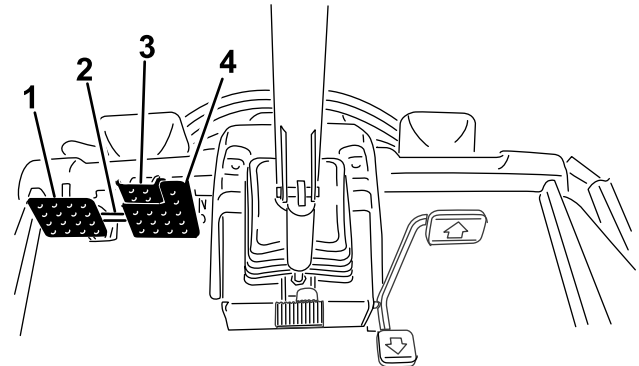

Figura 30
- Scollegate il fermo di bloccaggio dei pedali (Figura 30).